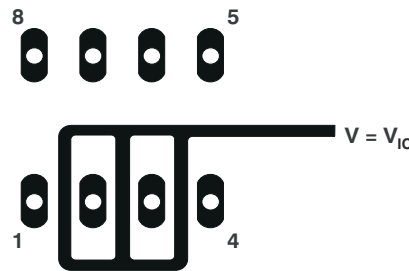
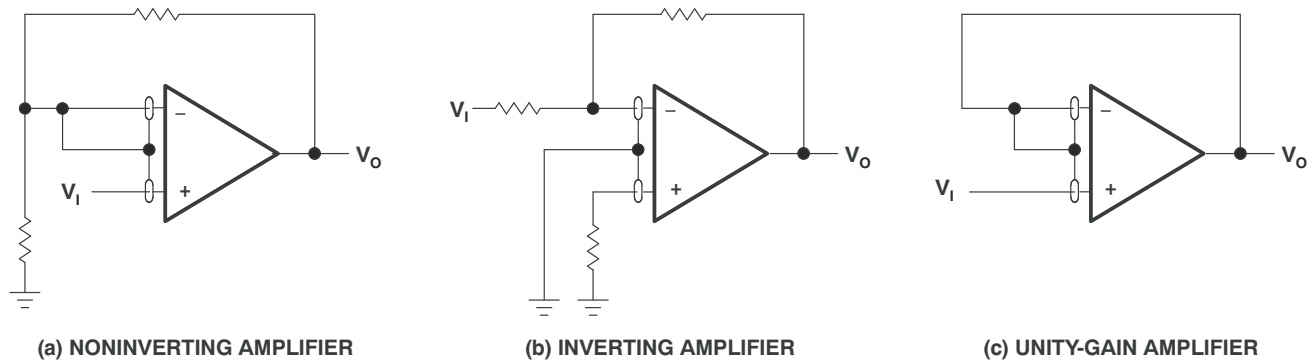

図 6-4. デバイス入力周辺の絶縁金属 (P パッケージ)
図 7-5. ガードリング方式
1. 他の潜在的なリーケージ源からデバイスを絶縁します。デバイス入力周囲および間には、接地されたシールドを使用してください (図 6-4 を参照)。入力に流れる可能性のあるリーケージはシャントされます。
TLC27L1 は、入力インピーダンスが非常に高く、バイアス電流要件が低いため、**Low** レベル信号処理に最適です。ただし、プリント基板とソケットでのリーク電流がバイアス電流要件を容易に上回る可能性があり、デバイスの性能低劣化を招く可能性があります。ベストプラクティスとして、入力の周囲にガードリングを配置してください。(パラメータ測定情報のセクション内の図 6-4 と同様)。これらのガードは、同相モード入力と同じ電圧レベルの **Low** インピーダンスソースから駆動します (図 7-5 を参照ください)。